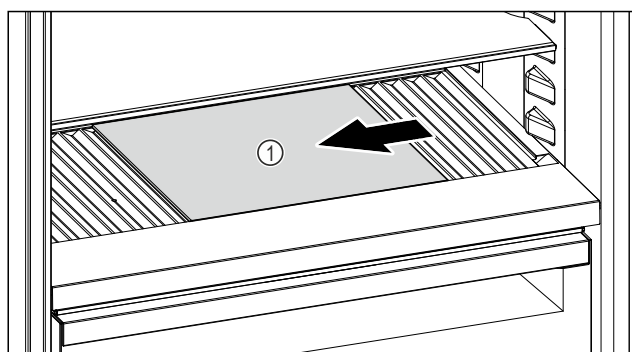

Fig. 252
- Преместете стъклената плоча Fig. 252 (1) наляво, в средата или надясно.